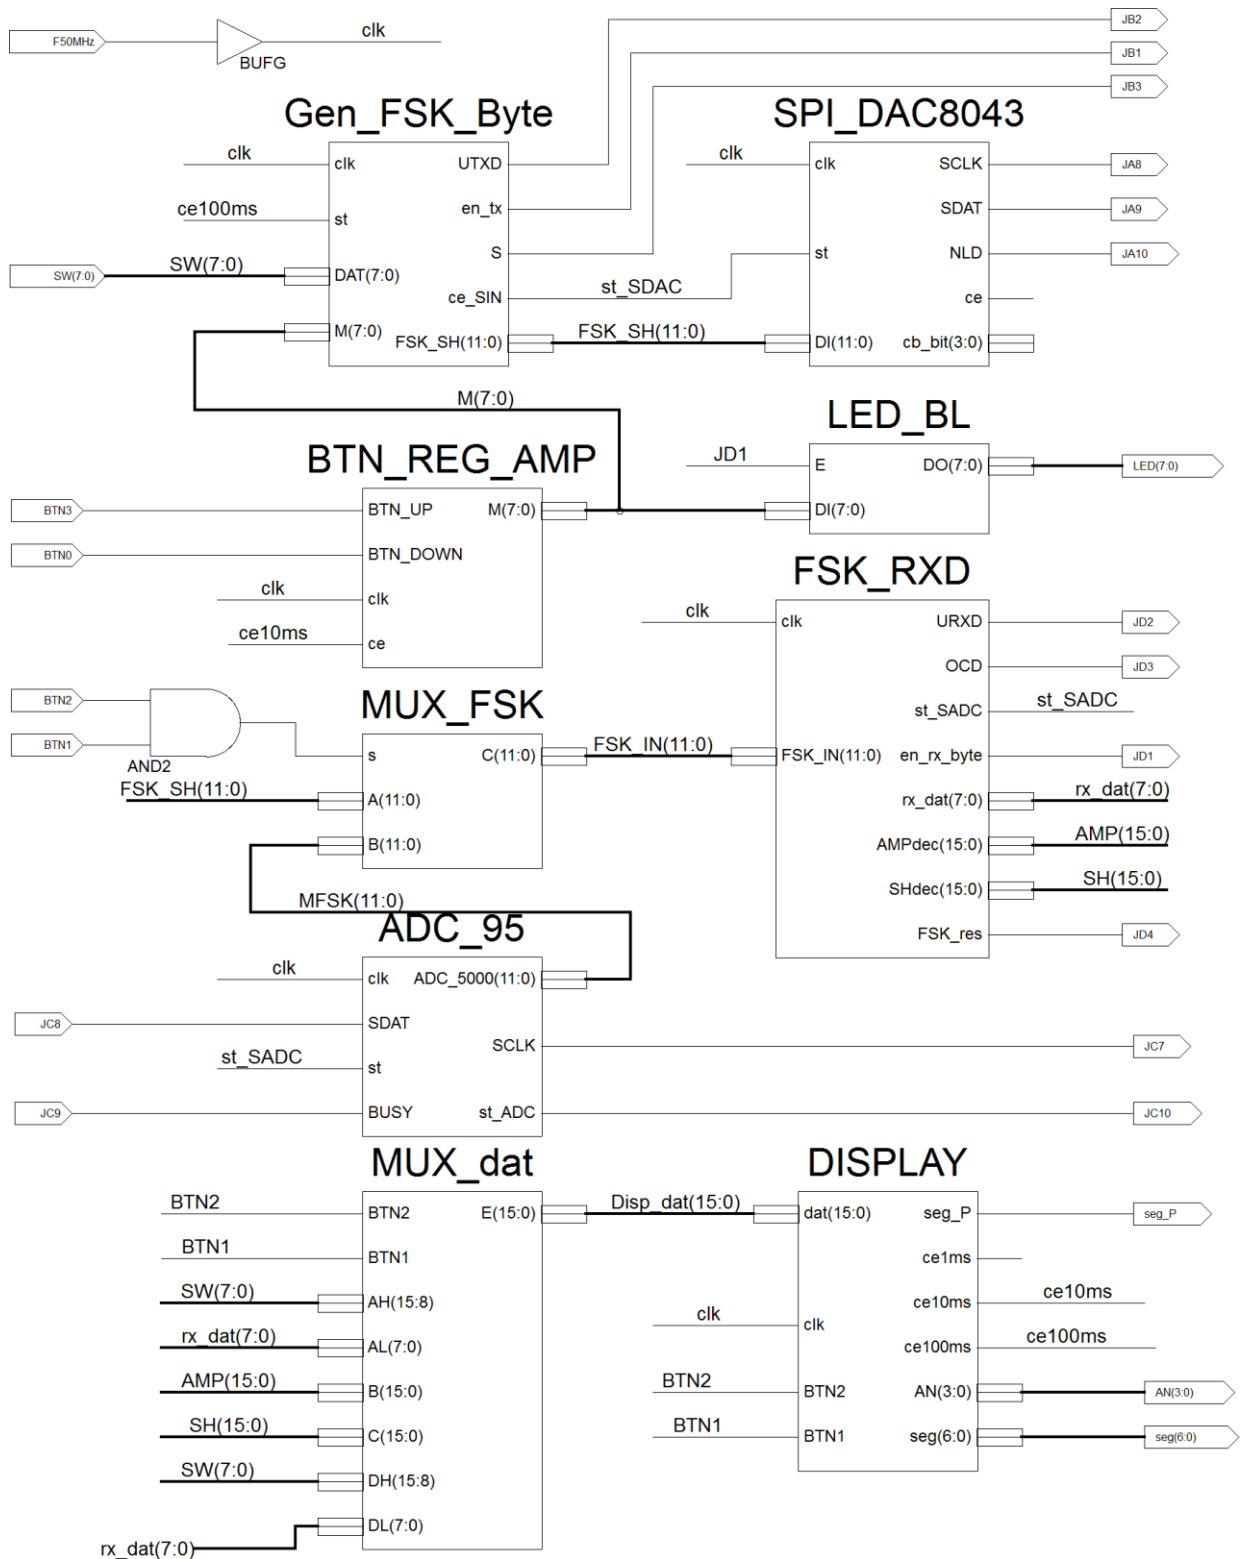

Рис. 3 Схема лабораторной работы **S\_Sch\_Lab414\_N95**
Для схемы **S\_Sch\_Lab414\_NS** (рис.3) дополнительно создать модули и символы:
**5.1** Создать лист схемы **S\_Sch\_Lab414\_N95** (New Source - Schematic). Из созданных символов составить схему рис.3. Выполнить синтез (Synthesize - XST), исправить ошибки.